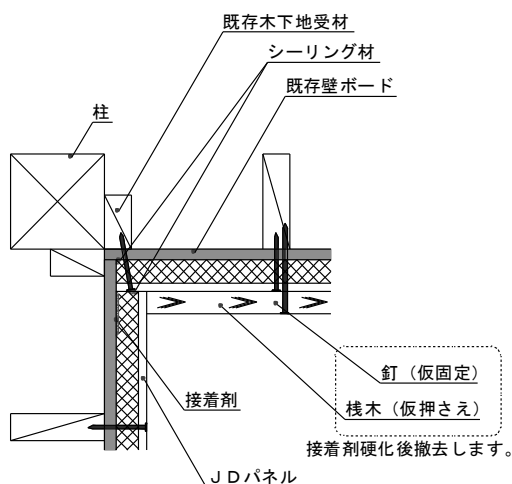

図8 壁一壁の入隅部納まり図 (例) 接着剤固定
- ・ 既存木下地受材が小さい、又は断熱材厚さが厚い等で、ビスの斜め打ちで固定がしっかりできない場合に限り、図8のように補助的に又は限定的に接着剤を使用して下地ボードに固定します。なお、接着剤が硬化するまで栈木等を使い仮押さえをしてください。